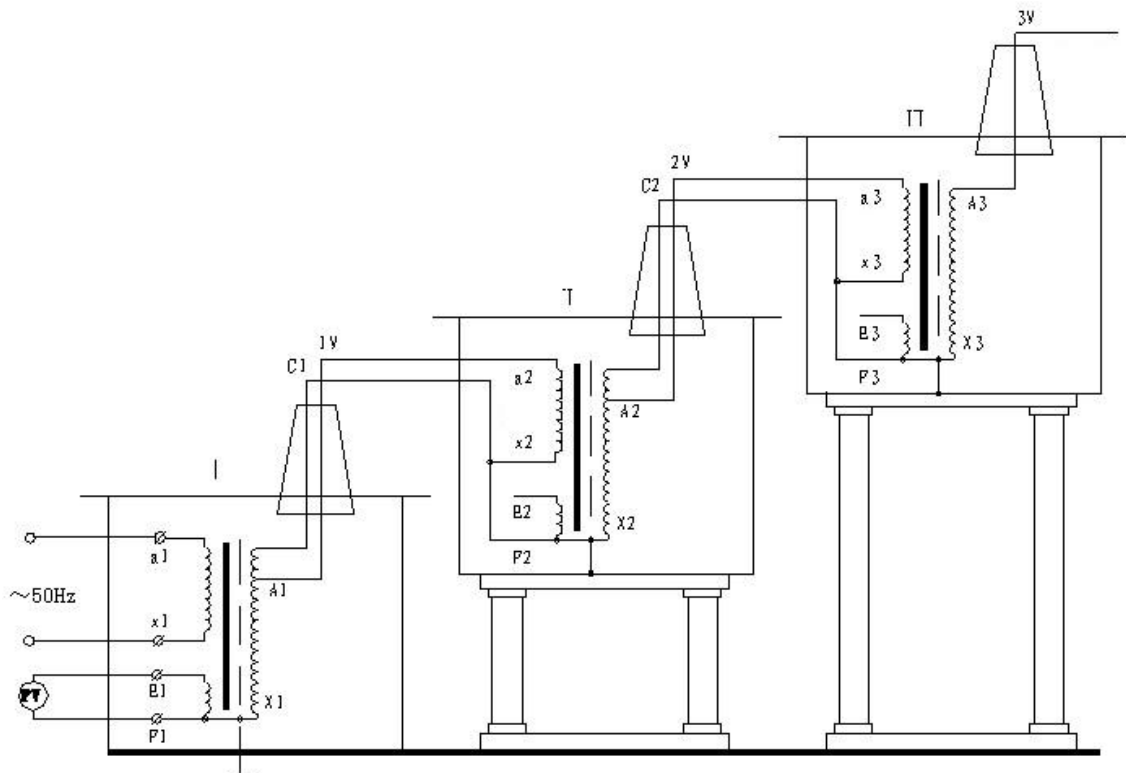

图 5：三台试验变压器串级接线原理图
2、 三台试验变压器串级获得更高电压的接线原理见图 5。串级高压试验变压器有很大的优越性，因为整个试验装置由几台单台试验变压器组成，单台试验变压器容量小、电压低、重量轻，便于运输
和安装。它既然可串接成高出几倍的单台试验变压器输出电压组合使用，又可分开成几套单台试验变压器单独使用。整套装置投资小，经济实惠。图 5 中，在第一级和第二级的每个单元试验变压器中都有一个励磁绕组 A1、C1 和 A2、C2。在串级试验变压器基本原理图中，低压电源加在试验变压器 I 的初级绕组 a1x1 上，单台试验变压 I、II、III 的输出电压都是 V。励磁绕组 A1、C1 给第二级试验变压器 II 的初级绕组供电；第二级试验变压器 II 的励磁绕组 A2、C2 给第三级试验变压器 III 的初级绕组供电。第二级试验变压器 II 和第三级试验变压器 III 的箱体分别处在对地为 1V 和 2V 的高电位上，所以箱体对地是绝缘的，试验变压器 I 的箱体是接地的。这样第一级、第二级、第三试验变压器对地的额定输出电压分别为 1V、2V、3V；其额定容量分别为 3P、2P、1P。